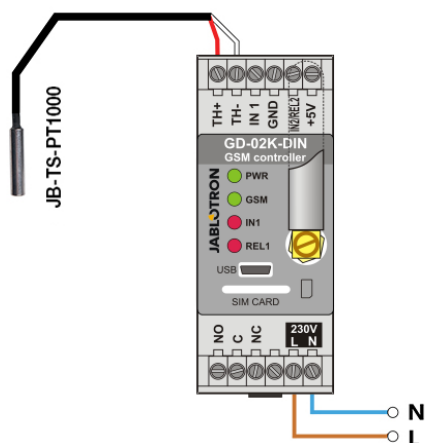

Figura 4: Monitoraggio temperatura.
- Attenzione alla corretta polarità quando si connette il sensore termico (filo rosso =TH+, filo bianco =TH-) – vedi Figura 4.